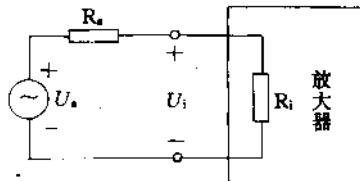

图 1-2
测量 R_i 的电路如图 1-2 所示。在测量时, 首先给放大器接入 $R_s = 1\text{k}\Omega$, $U_s = 10\text{mV}$ 的信
① 测量交流电压时, 首先要注意实验仪器和实验电路的共地。所谓“地”是指仪器或线路的公共端, 当两个或多个电子仪器通过交流电源供电时, 就需要将这些仪器各自的公共端接在一起, 以使干扰最小。
② 在测量交流电压时, 应该测量对地的电位, 而不是直接测量两点的电压。例如测量图 1-2 中电阻 R_s 两端的电压, 应该分别测量 U_s 和 U_i , 然后通过 $U_s - U_i$ 得到 U_{Rs} , 若直接在 R_s 两端测量, 电压表就不与信号源和实验线路共地了。
③ 另外, 请注意在测量交流电压时应始终用示波器监视信号波形。如果在测量时电路中存在着自激振荡或外来信号干扰, 就应该先消除振荡和干扰后再测量。测量时还要注意波形是否失真, 只有在波形不失真的情况下测量才有意义。
(3) 观察 R_b , R_c , R_L 对放大电路静态工作点、电压放大倍数及输出波形的影响。
① 取 $R_c = 2k\Omega$, $R_L = 2.7k\Omega$, 调节 R_p 使 R_b 变到最大和最小。
② 取 R_b 为合适值 ($U_{CE} = 6V$), $R_L = 2.7k\Omega$, 改变 R_c 使之为 $4k\Omega$ 。
③ 取 R_b 为合适值, $R_c = 2k\Omega$, 改变 R_L 。
(4) 测 R_b 值。断开电源, 同时将 R_b 两端点与线路断开, 用万用表测量, 结果填入表 1-1 中。
(5) 利用万用表或晶体管特性图示仪测试三极管的电流放大系数 β 值。